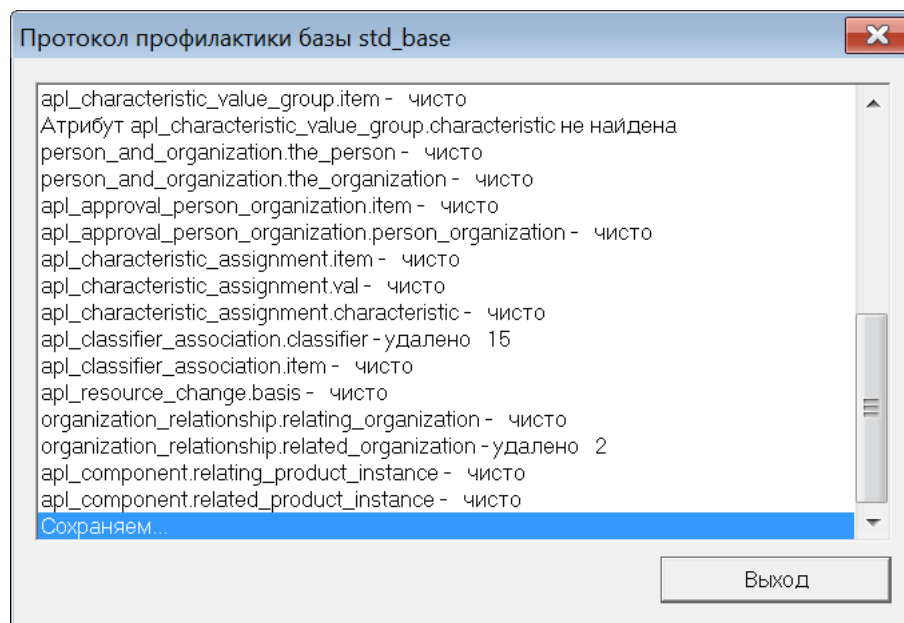

Рис. 4-7 – Окно «Протокол профилактики»
– «Профилактика БД» (удаление некорректных объектов). Можно выполнить профилактику БД. Для этого нажать кнопку «Профилактика БД». После завершения профилактики появится протокол (рис. 4-7).